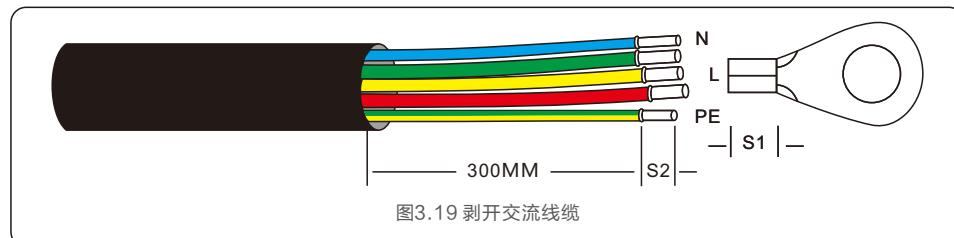

图3.19 剥开交流线缆
1. 将交流线缆绝缘护套的末端剥去约300mm，然后剥去每根导线的末端（如图3.19所示）。